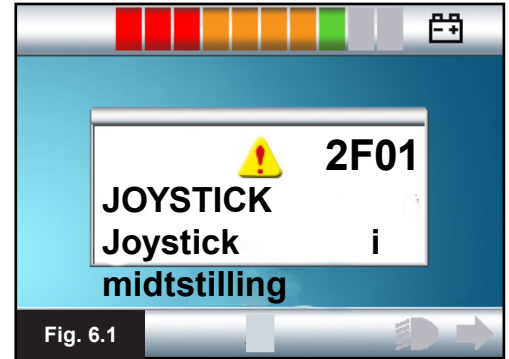

Fig. 6.0
- Slå på av/på-bryteren. Skjermen vil gå gjennom en oppstartsprosess og deretter vise standardskjermen (Fig. 6.0).